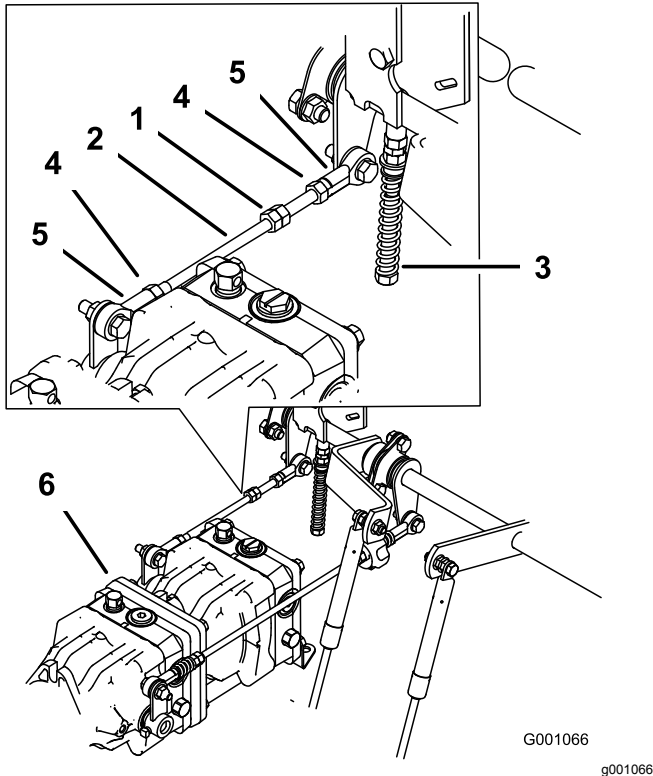

Figura 103
1. Afloje las contratueras de la articulación esférica de la varilla de control de la bomba (Figura 103).
3. Ajuste la longitud de la varilla de la bomba girando las tuercas dobles de la varilla, en el sentido apropiado, hasta que la rueda quede estacionaria o se mueva muy lentamente en marcha atrás (Figura 103).
6. Apriete las contratuercas de las articulaciones esféricas (Figura 103).